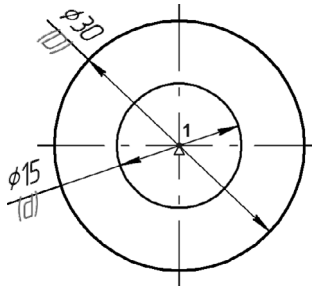

Рис. 65.5.
11. Сделайте значение внутреннего диаметра равным 15 мм. Внешний диаметр кольца станет равным 30 мм (рис. 65.5).